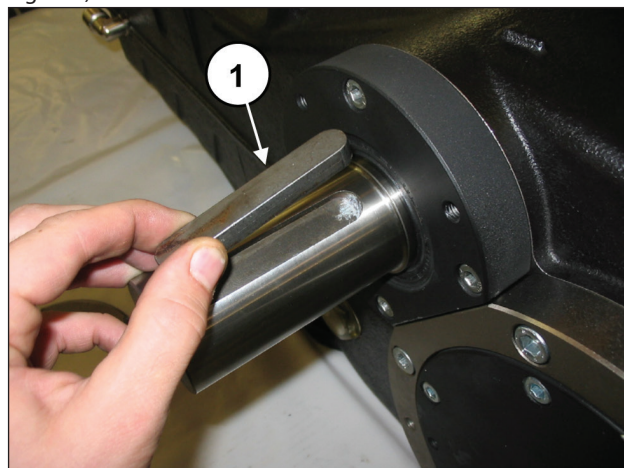

Fig. 105
Poser la clavette sur l'arbre de la prise de force (rep. ①, Fig. 105).